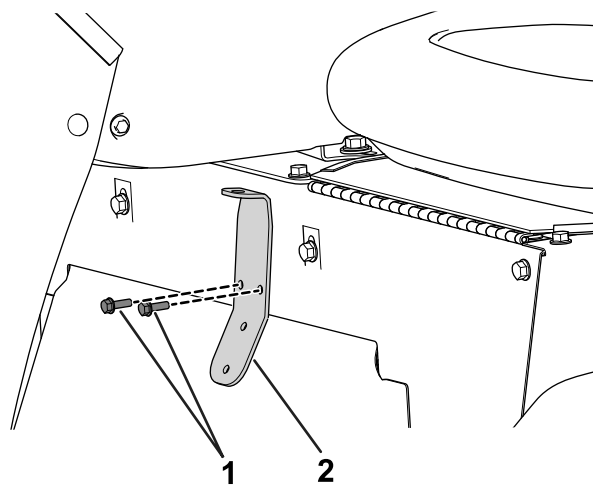

Figura 28
- Utilize dois parafusos sextavados ranhurados (1/4-20 x 1/2 pol.) para prender a montagem da válvula à base do banco (Figura 28).